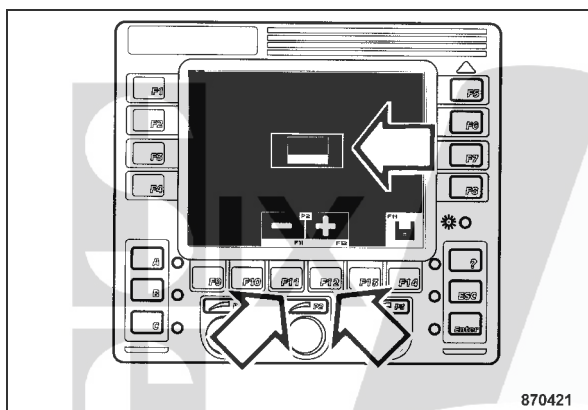

Fig. 85
- Appuyer sur la touche "F11" ou "F12" (Fig. 85) pour sélectionner la langue dans laquelle le rapport devra être imprimé .